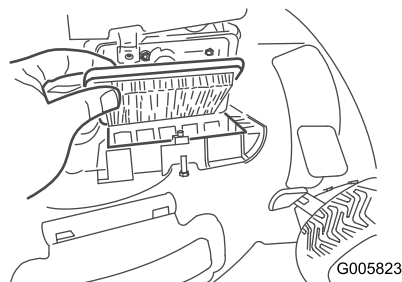

Figura 16
- Cambie el filtro de aire (Figura 16).